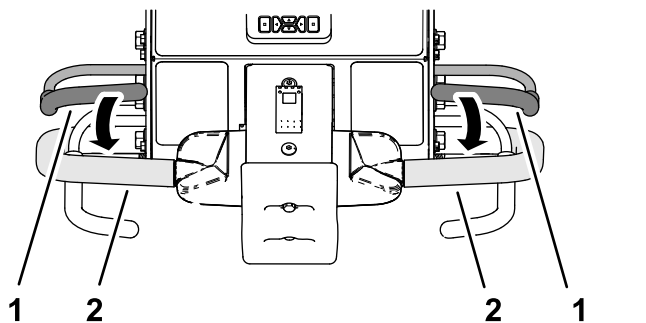

Figura 93
3. Prindeți bara de ghidare din stânga sau din dreapta și maneta pentru prezența operatorului (Figura 93) și strângeți maneta spre bara de ghidare.